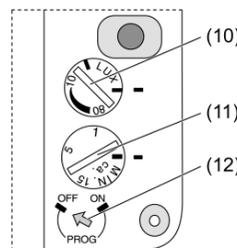

Figure 9: Sélecteurs
- Tourner le sélecteur de luminosité (10) sur la valeur souhaitée (figure 9).
- Tourner le sélecteur de la durée d'activation (11) sur la valeur souhaitée (figure 9). La durée d'activation est réglable d'env. 10 secondes à env. 15 minutes.
- Tourner le commutateur rotatif **PROG** (12) sur **ON** pour activer le mode de programmation (figure 9).
- Tourner le commutateur rotatif **PROG** (12) sur **OFF** pour quitter le mode de programmation.